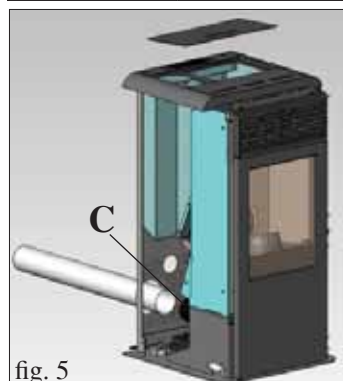

fig. 5
- Fjern skruen på toppen (se fig. 5 på side 9)
Tilslut røgudledningsrøret (medfølger ikke) bagtil til røgspiralens munding (C- fig. 5) ved hjælp af det medfølgende spændebånd.
I dette tilfælde er det tilstrækkeligt at føre røgudledningsrøret (medfølger ikke) gennem hullet i den nederste del af metalpladebagsiden (fig. 5).